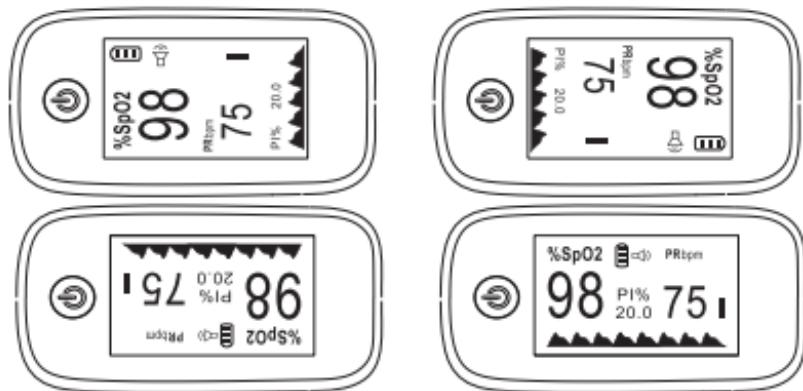

図6 マルチアンギュル機能
- 機能ボタンを短押しすることで、4方向へ画面が切り替わります。(図6)